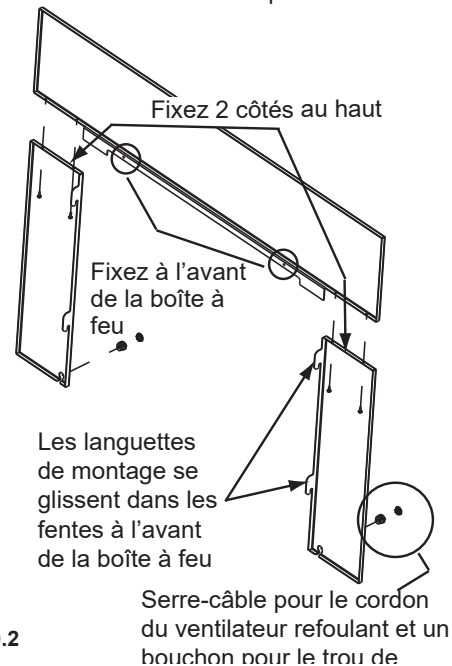

Figure 20.2
2. À l'aide d'un long tournevis à tête cruciforme 102 à 152 mm (4 à 6 po), fixez les parties latérales de l'encadrement à la partie supérieure de l'encadrement en utilisant les 2 vis auto-taraudeuses #8 fournies avec le kit (**Figure 20.2**).
4. Visez les supports en cornière en utilisant un tournevis à tête plate (**Figure 20.2**).
5. Glissez l'ensemble de la garniture sur l'encadrement et après sur l'appareil, avec les pattes de fixation sur les pièces latérales alignées avec les fentes de l'appareil (**Figure 20.2**).